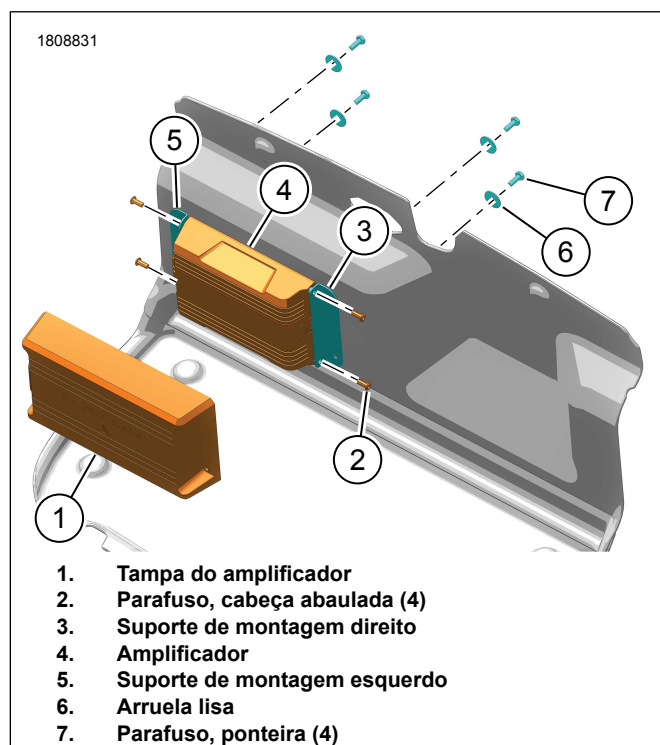

Figura 5. Suportes de montagem do amplificador
5. Figura 5 Instale o conjunto do amplificador.